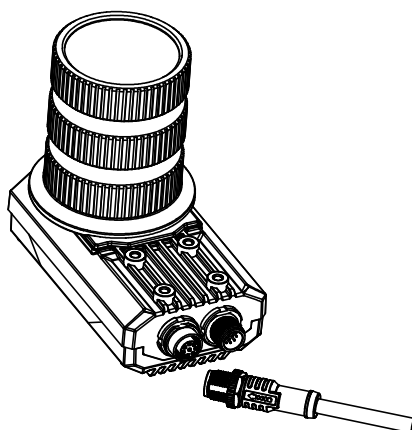

图2-3 网口接线
2. 使用航插转 RJ45 千兆网线将设备与交换机或网卡连接，如图 2-3 所示。